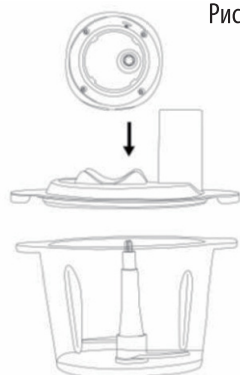

Рис. 5
2. Добавьте муку (не более 250 г) и соответствующее количество воды. Закройте крышку и выровняйте её положение. Совместите положение ротора из нержавеющей стали в основании двигателя с положением вала ножа и поместите его на крышку, убедившись, что он полностью установлен и надёжно закреплён (Рис.5).